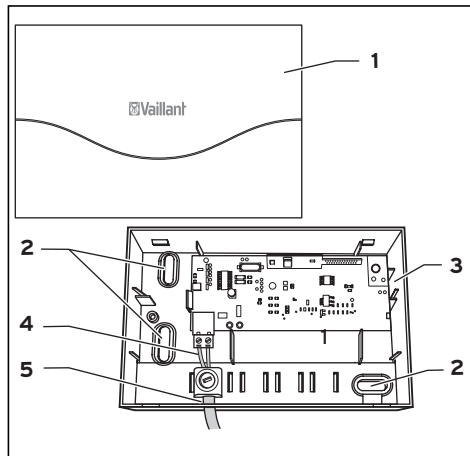

Abb. 9.2 Montage des Empfängers
- Ziehen Sie die den Empfänger (1) vom Wandsockel (2) ab.
- Bringen Sie zwei Befestigungsbohrungen (3) mit Durchmesser 6 mm (entsprechend Abb. 9.2) an und setzen Sie die mitgelieferten Dübel ein.
- Führen Sie das Anschlusskabel (4) durch die Kabeldurchführung (5).
- Setzen Sie den Empfänger (1) so auf den Wandsockel, dass die Stifte an der Rückseite des Oberteils in die Aufnahmen passen.